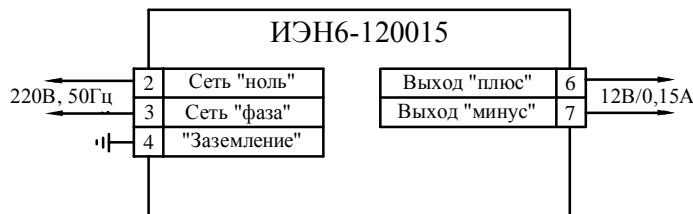

Рис. 2 Схема подключения
5.2 Подключить источник к питающей сети, шине заземления (контактное отверстие 4) и устройствам нагрузки монтажными проводами сечением от 0,75 до 1,5 мм² согласно маркировке на корпусе. Схема подключения источника изображена на рис. 2. Зачистку изоляции провода необходимо выполнить таким образом, чтобы оголенные участки провода не выступали за пределы клемм. Закрутить винты клемм до упора.